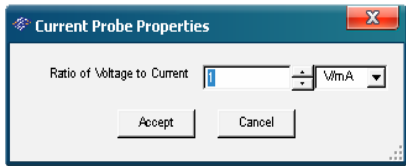

图 5-194 电流探针比率设置
- 1) 双击电流探针按键，系统弹出“Current Probe Properties”（电流探针特性）对话框，如图 5-194 所示。